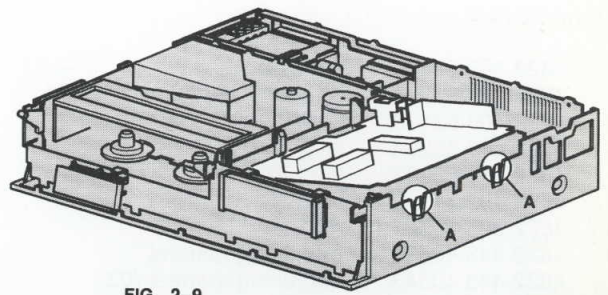

FIG. 2-9
- Ontgrendel de klikconstructies A (zie fig. 2-9).